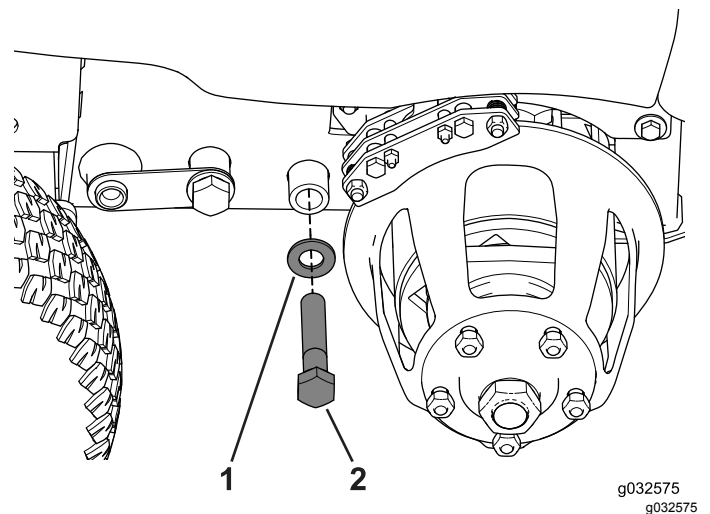

Figura 77
4. Instale el perno ($\frac{3}{4}$ " x 4"), según se muestra en Figura 77